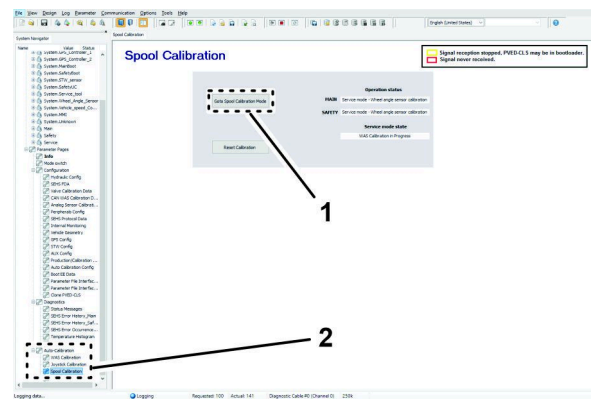

Figura 152
2. En el ordenador portátil, haga clic en el icono CALIBRACIÓN DEL CARRETE (Figura 152).
3. En la página de calibración del carrete, haga clic en el icono IR A MODO DE CALIBRACIÓN DEL CARRETE (Figura 152).